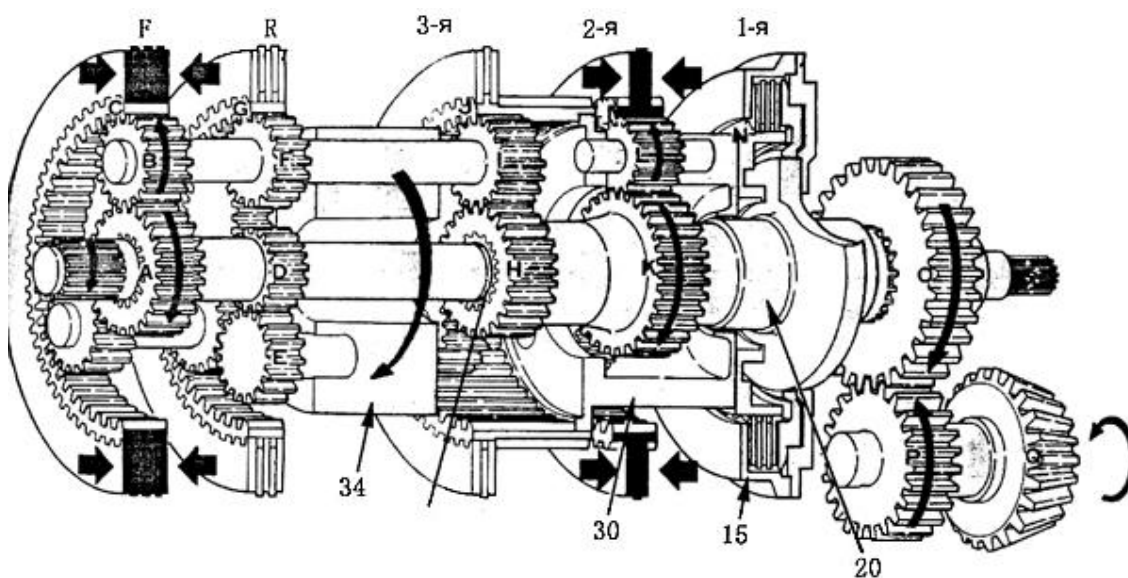

Рис. 5-32
(2) Передний ход, 2 скорость (см. Рис. 5-32)